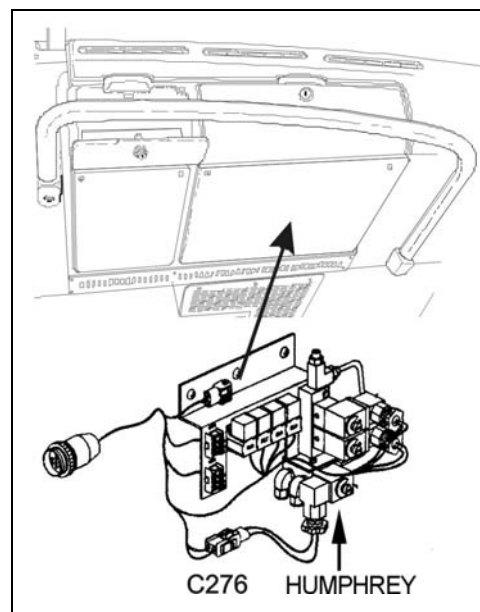

FIGURE 2: EMBLACEMENT DE L'ÉLECTROVANNE DE VERROUILLAGE DE PORTE
2. Retirer le panneau d'accès à l'électrovanne Humphrey (figure 2) et localiser l'électrovanne sur le module de commande de la porte d'entrée.